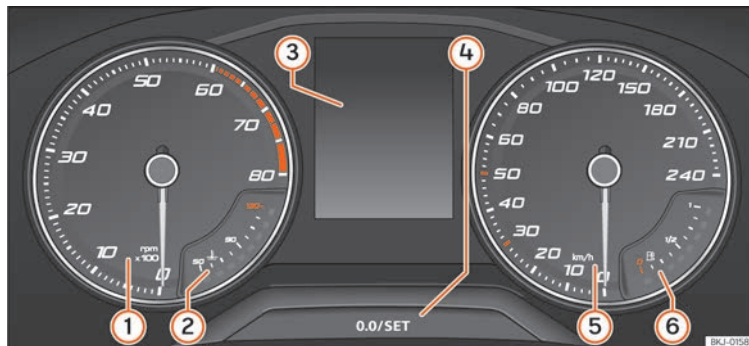

Abb. 65 Monochromes Kombi-Instrument in der Instrumententafel
»» **Abb. 65:**
- Drücken Sie kurz die Taste **0.0/SET** »» **Abb. 65** Ⓢ, um den Tageskilometerzähler auf 0 zurück zu setzen.